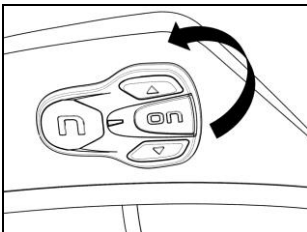

Fig. 40
- Staccare la tastiera dalla calotta del casco (Fig. 40).